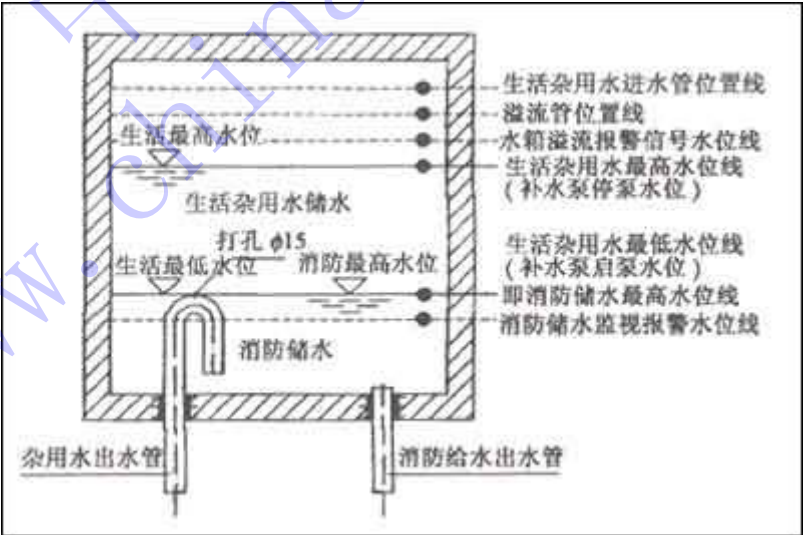

图 1 生活杂用水与消防用水合用水箱信号水位关系。
(1) 当建筑内设置生活杂用水与消防用水合用水箱, 且水箱进水由专用的生活杂用水水泵提供时, 其储存的消防用水因设有不被动用的技术措施 (生活杂用水启泵信号和生活杂用水出水虹吸弯管) 以及生活杂用水水泵的不断补水, 使消防用水量有可靠的保证。因此水箱补水泵的启停信号可按生活杂用水的高低水位设置。同时, 宜在补水泵启泵水位线及生活杂用水虹吸弯管孔口下设置消防储水的水位监视报警信号 (位置可根据消防储水量与水箱形式确定), 从而确保消防用水的储水量和储水不被动用。见图 1,